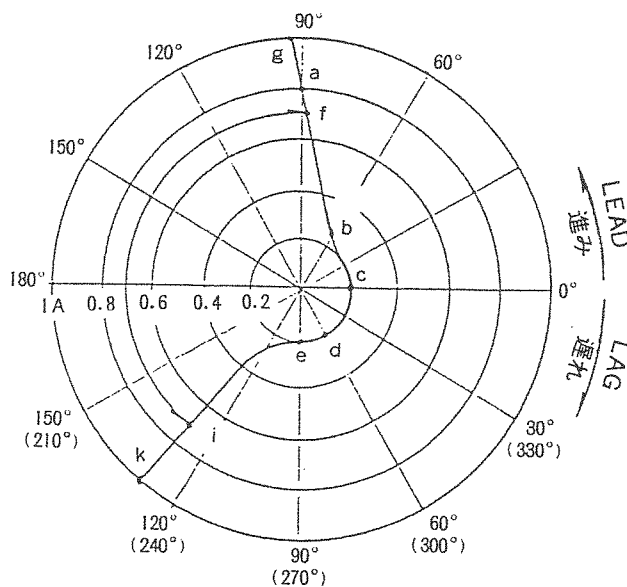

図 4
- (6) 電圧 (電流) 切換スイッチを 300 mA レンジにし, 電圧 (電流) 調整ツマミで試験電流を 75 mA に設定します。
- (7) 位相調整ツマミで位相計の指示を進み (LEAD) 60° に合わせます。(P 7 参照)
- (8) 電流切換スイッチを 0.3 [A] レンジにし, 電流調整ツマミを静かに回し, 電流を増加させて継電器が動作する電流が, その位相における最小動作電流です。その時の電流値をプロットします。(図 4 の b 点) (継電器が動作した時, 継電器の接点が閉じて 2 2 5 0 形のブザーが鳴ります)
- (9) 電流調整ツマミを「0」にします。継電器のターゲットを押して, 継電器を復帰します。
- (10) 同様に進み (LEAD) 90°, 0°, 遅れ (LAG) 60°, 90° における最小動作電流値をプロットします。(図 4 の a, c, d, e)
- (11) 位相調整ツマミで位相計の指示を不動作域 (進み LEAD 170°) に合わせます。(P 7 参照)
- (12) 電流切換スイッチを 1.2 [A] レンジにし, 電流調整ツマミで 0.7 [A] に設定します。
- (13) 位相調整ツマミを回し, 動作する位相角が動作角です。この時の動作角をプロットします。(図 4 の f) 電流調整ツマミを「0」にします。継電器のターゲットを押して, 継電器を復帰します。
- (14) 同様に 1.0 [A] における動作位相角を求め, プロットします。(図 4 の g)
- (15) 遅れ (LAG) についても 0.7 A と 1.0 A について動作位相角を求め, プロットします。(図 4 の i, k)
- (16) 同様に各整定ノッチ (タップ) ごとに行って, グラフを描きます。